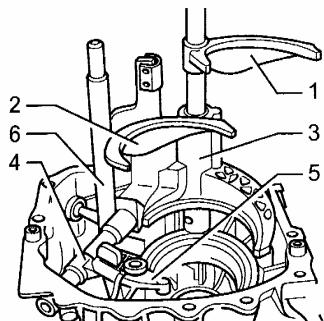

图 12-61 整套换挡操纵机构安装位置
(6) 变速器中整套换挡操纵机构的安装位置, 如图 12-61 所示。